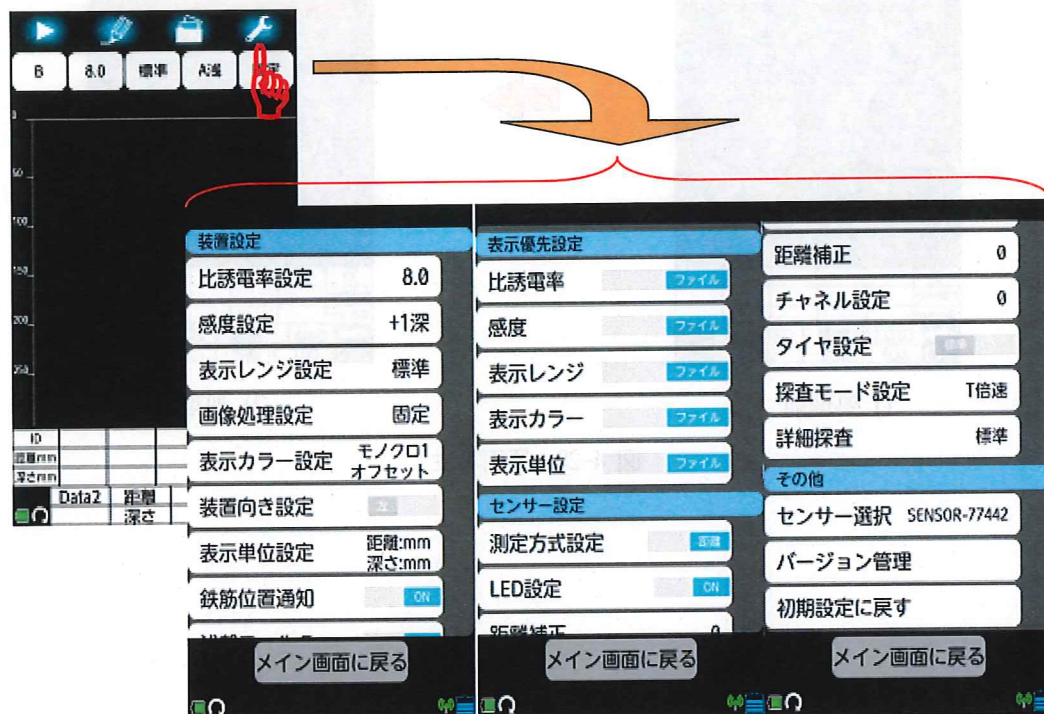

図 4-21 パラメータ設定画面
探査停止状態のときに、パラメータアイコン（図 4-1 ④）を長押しするとパラメータ設定画面（図 4-21参照）に切り替わります。この画面に表示されるメニューを用い、探査時の比誘電率、感度等の各種パラメータ設定を行うことができます。画面をスクロールし、設定するメニューをタップすることで各設定画面に移行します。設定終了後、[メイン画面に戻る]ボタンをタップするとメイン画面に戻ります。
探査時の比誘電率は、パラメータ設定画面(図 4-21 参照)の[非誘電率設定]メニューにより設定します。設定可能な比誘電率値は、2.0~20.0です。
探査時の感度は、パラメータ設定画面(図 4-21 参照)の[感度設定]メニューで設定します。設定可能な感度は、-2 浅、-1 浅、A 浅、+1 浅、+2 浅、+3 浅、+4 浅、-2 深、-1 深、A 深、+1 深、+2 深、+3 深、+4 深です。
探査時の表示レンジはパラメータ設定画面(図4-21参照)の[表示レンジ設定]メニューで設定します。設定可能な表示レンジは、「浅」、「標準」、「深」、「浅ワイド」、「標準ワイド」、「深ワイド」です。
探査時の画像処理はパラメータ設定画面(図4-21参照)の[画像処理設定]メニューで設定します。設定可能な画像処理は、**固定表面波処理**、**ユーザ表面波処理**、**原画**の3つです。
探査時の表示カラーはパラメータ設定画面（図 4-21 参照）の[表示カラー設定]メニューで設定します。設定可能な表示色は絶対値表示及びオフセット表示の2種類です。絶対値表示はカラー1、カラー2、カラー3、モノクロ1、モノクロ2の5種類が設定可能です。オフセット表示はカラー1、カラー2、カラー3、モノクロ1、モノクロ2、モノクロ3、モノクロ4の7種類が設定可能です。
表示単位設定はパラメータ設定画面（図 4-21 参照）の[表示単位設定]メニューで設定します。設定可能な単位は、mm、cm、m、inch、nSec です。nSec は深さの表示単位のみ